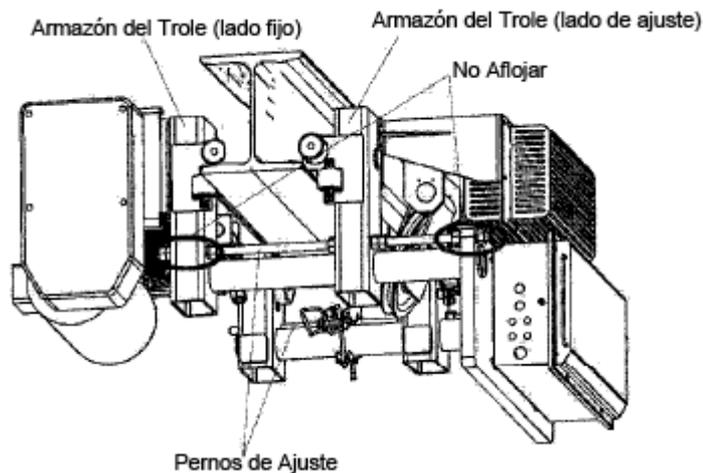

Figura 3-7 Ajuste de la distancia entre armazones para adaptarse a la viga
- 3) **⚠ PRECAUCIÓN** Mueva/ajuste únicamente el "lado de ajuste" (lado con el motor del trole) del Armazón del Trole. El "lado de ajuste" es fácilmente identificable ya que el motor del trole está atornillado a él. Nunca afloje las Tuercas de los Pernos de Ajuste en el "lado fijo" ni intente mover el "lado fijo" del Armazón del Trole. Consulte la **Figura 3-7** para ver la identificación del Armazón del Trole. El lado del "lado de ajuste" (motor del trole) se muestra en la **Figura 3-7 y la Figura 3-8**.
- 5) Para ampliar el ancho del patín: Afloje la tuerca de ajuste en el lado exterior del armazón del trole (lado de ajuste) y apriete la tuerca en el lado interior del armazón del trole (lado de ajuste) que se muestra en las **Figuras 3-8**. Esto debe realizarse de manera uniforme en ambas partes de los Pernos de Ajuste en cada extremo del polipasto, como se muestra en las **Figura 3-7**. Confirme la dimensión "A" como se indica en la **Figura 3-10**.